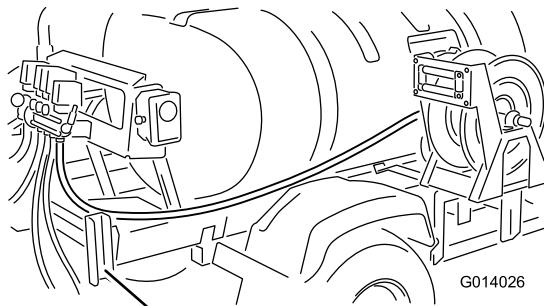

Рисунок 12
- Проложите шланг назад, вдоль рамы бака на полозьях, внутри правого заднего крыла, внутри швеллера опоры стрелы (Рисунок 12).
- Шланг вокруг рамы-основания к клапану шлангового барабана, установленного ранее (Рисунок 12).